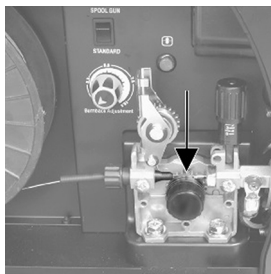

Figure 14.
6. Insérez le fil au travers du rouleau d'entraînement et dans le tube de guidage de sortie du mécanisme du dévidoir (Fig. 14). Notez que le rouleau de pression peut être lisse ou peut posséder des dents, selon le modèle.